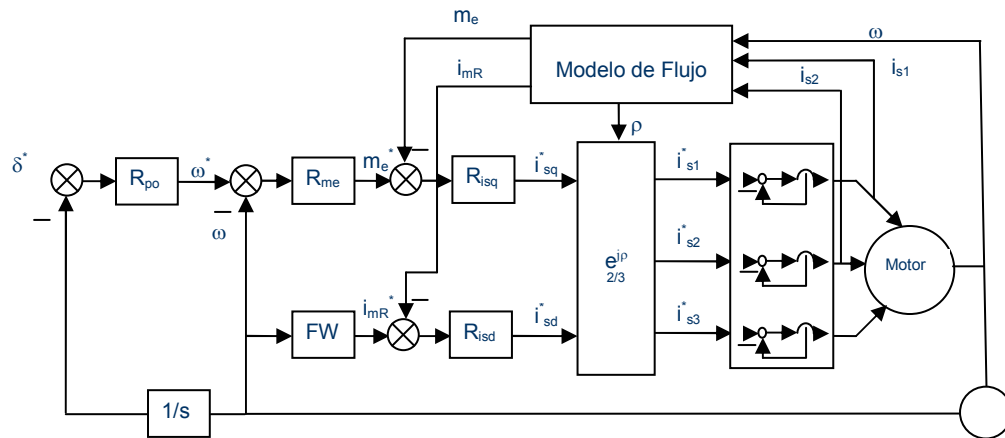

FIGURA 3
4) ¿Qué tipo de control representa el diagrama de bloques de la FIGURA 3?